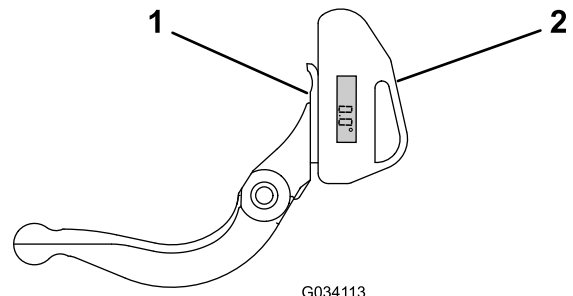

図 66
1. 図 66に示すように、ベッドナイフの裏面に傾斜計を置く。